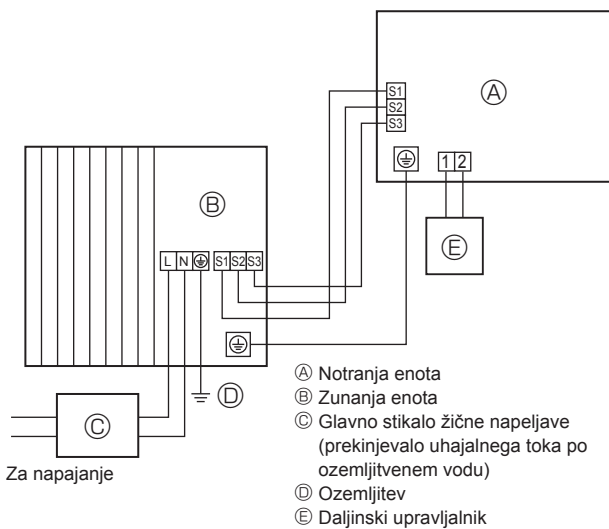
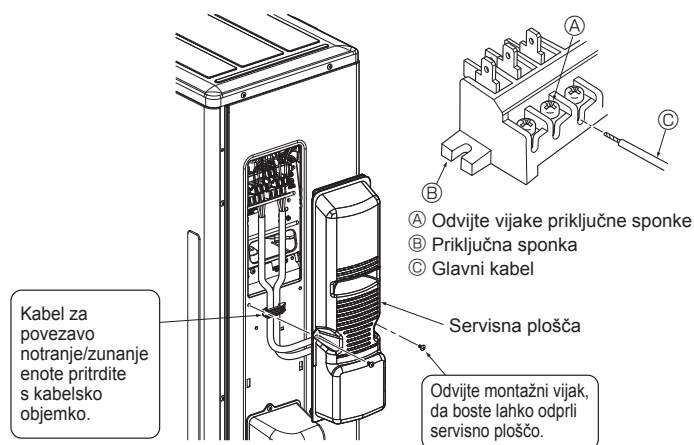
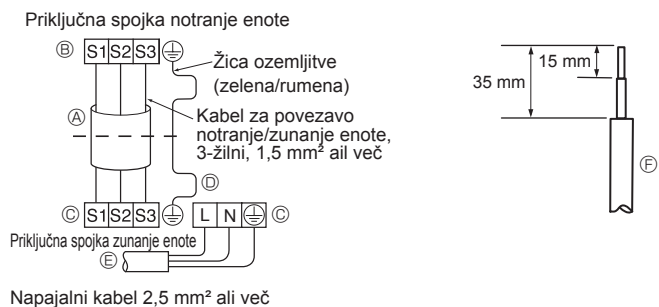

Fig. 6-1
Fig. 6-3
Fig. 6-2
6.1. Zunanja enota (Fig. 6-1, Fig. 6-2, Fig. 6-3)
- ① Odstranite servisno ploščo.
- ② Napeljite kable, kot je prikazano na slikah Fig. 6-1, Fig. 6-2 in Fig. 6-3.
- Napeljite žično napeljavo, kot je prikazano na shemi spodaj levo. (Kabel kupite v trgovini.) (Fig. 6-2)
- (A) Povezovalni kabel
- (B) Priključna sponka notranje enote
- (C) Priključna sponka zunanje enote
- (D) Ozemljitvena žica mora biti daljša od drugih dveh.
- (E) Napajalni kabel
- (F) Napajalni vod